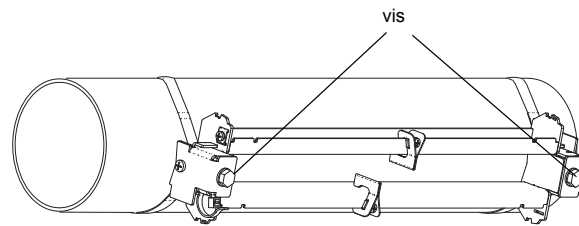

Fig. 9.38: Rail sur la conduite
- Fixez le rail aux pinces pour sangle de fixation à l'aide des vis (voir Fig. 9.38).